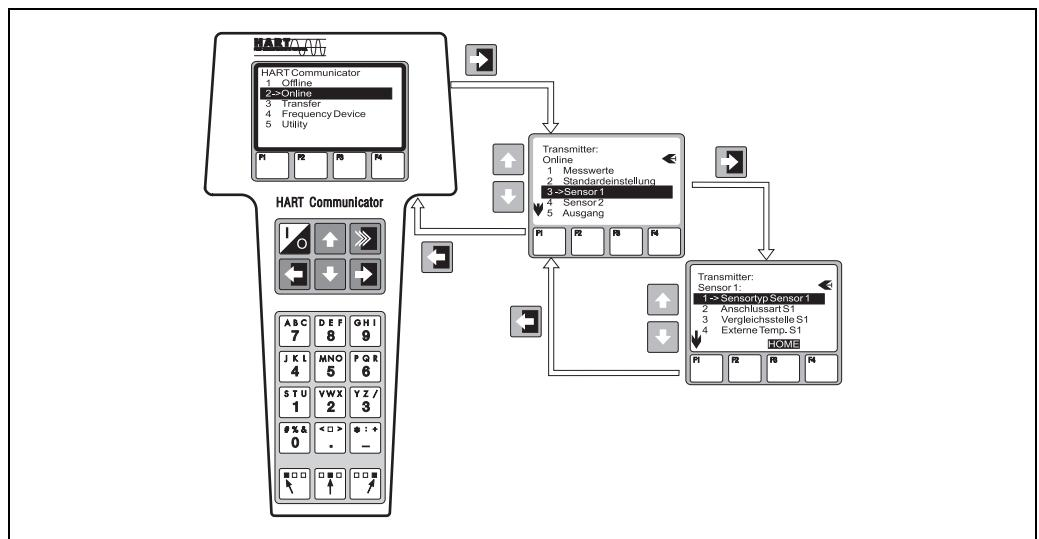

Abb. 9: Konfiguration am Handbediengerät am Beispiel 'Sensoreingang'
- Messgerät ist bereits angeschlossen. Es erscheint direkt die 1. Menüebene der Gerätewerkzeugsmatrix (s. Abb. 9). In dieser Matrix sind alle unter HART® zugänglichen Funktionen systematisch angeordnet.